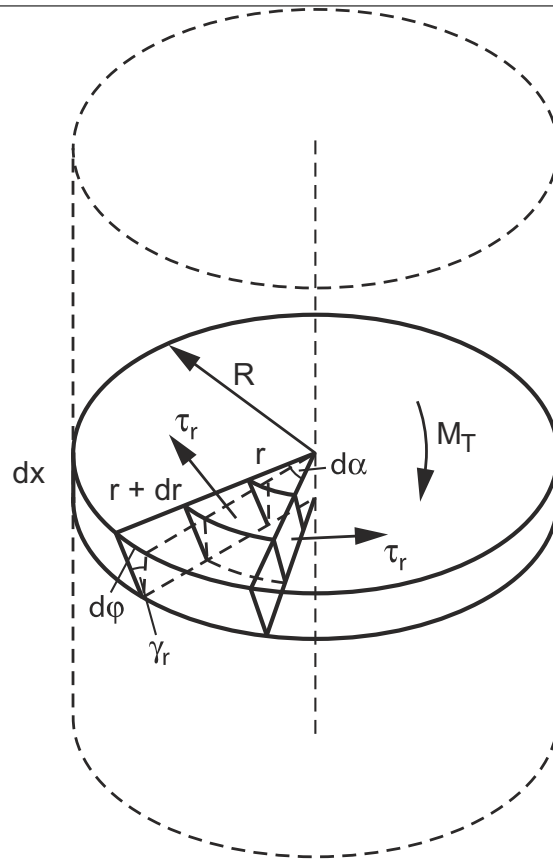

Fig. 7: Direktionsmoment / Directional Moment
Zur Formel (3) gelangt man folgendermassen. In Abb. 7 ist aus einem *kreisförmigen* Zylinder (Draht) eine Scheibe der Dicke dx senkrecht zur Zylinderachse herausgeschnitten gedacht. Infolge des in jedem Querschnitt wirksamen Torsionsmomentes M_T ist die Deckfläche der Scheibe um den Winkel $d\varphi$ gegen die Grundfläche verdreht. Auf Deck- und Grundfläche des Volumenelementes
Aus Abb. 7 sieht man leicht, dass bei kleinen Verdrehungen $d\varphi$ gilt:
Equation (3) is derived in the following way: we consider a circular cylinder (e.g a wire) divided into slices of thickness dx perpendicular to its axis as shown in fig. 7. Each torsional moment M_T rotates the top surface of the disk by the angle $d\varphi$ relative to its base. On the top and base of the volumetric element
From fig. 7 we easily understand that applying this relation to small twists $d\varphi$ yields: